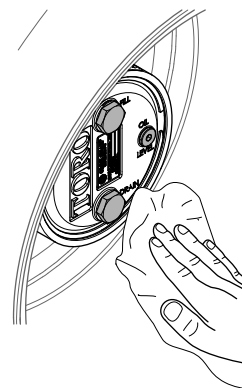

Figura 64
3. Pulite l'alloggiamento degli ingranaggi planetari e la scatola del freno (Figura 64).